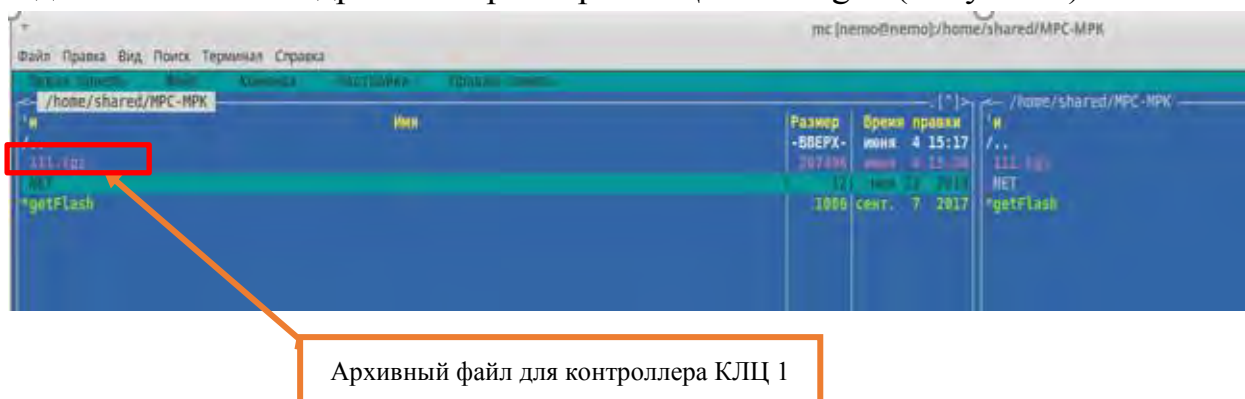

Рисунок 7. Архивный файл.
7.1.9. После окончания копирования появится архивный файл с именем в виде окончания IP адреса контроллера КЛЦ 1 «111.tgz» (Рисунок 7).